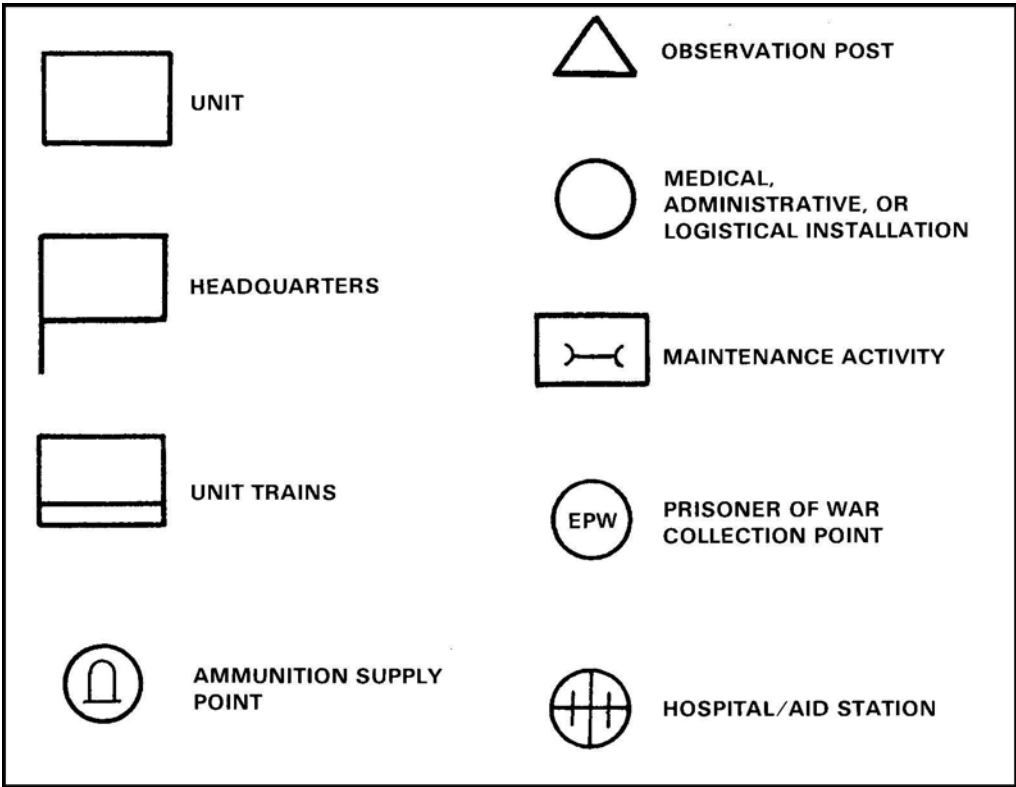

Figure 071-329-1019-2
b. Development of a unit symbol (Figure 071-329-1019-3).